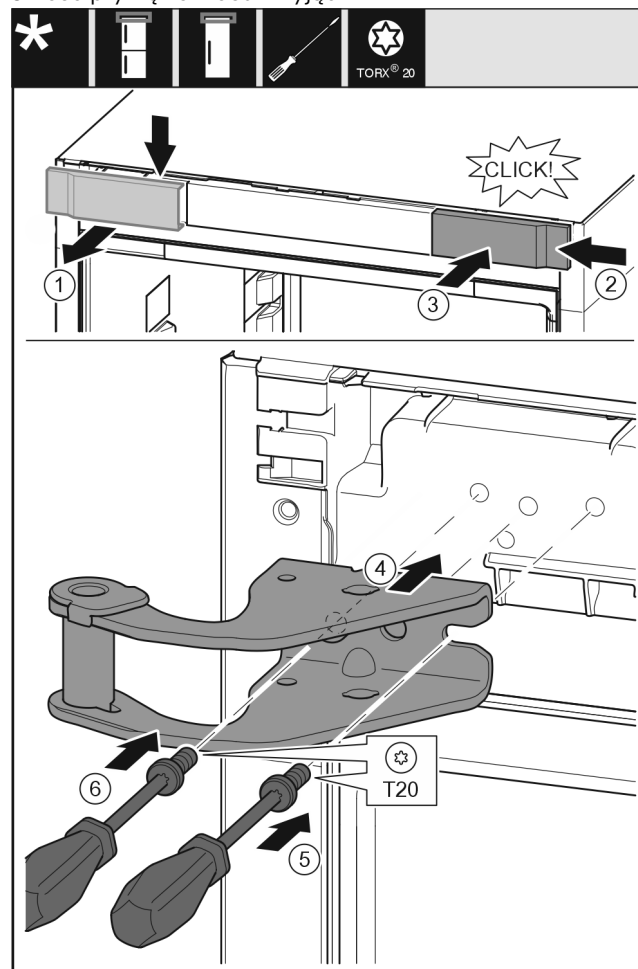

Fig. 11
- ▶ Wyjąć osłonę Fig. 11 (1) od góry do przodu.
- ▶ Założyć osłonę Fig. 11 (2) obróconą o 180° z drugiej strony od prawej.
- ▶ Zazębić osłonę Fig. 11 (3).
- ▶ Przyłożyć górną płytkę zawiasu Fig. 11 (4).
- ▶ Założyć śrubę Fig. 11 (5) przy użyciu śrubokręta i mocno dokręcić.
- ▶ Założyć śrubę Fig. 11 (6) przy użyciu śrubokręta i mocno dokręcić.